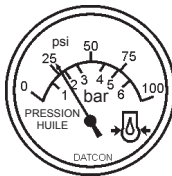

Figure 48. Jauge de pression d'huile
9. La jauge de pression d'huile du moteur (Figure 48) indique la pression de l'huile du moteur. Dans des conditions normales de fonctionnement la pression d'huile est d'environ 42 à 71 psi. (290~490 kPa).